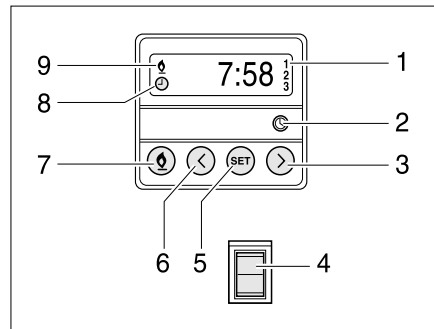

Bild 128 Bedieneinheit für Standheizung
Manuell einschalten: ■ Taste (Bild 128,7) drücken. Der Heizbetrieb wird durch das Symbol (Bild 128,9) angezeigt. Das Gebläse wird erst bei einer Kühlwassertemperatur von 30 °C zugeschaltet.
Manuell ausschalten: ■ Taste (Bild 128,7) drücken. Das Symbol (Bild 128,9) erlischt.
Motorbeheizung zuschalten: ■ Schalter (Bild 128,4) unten drücken. Motor wird vorgewärmt. Das Gebläse wird sofort zugeschaltet.
Motorbeheizung abschalten: ■ Schalter (Bild 128,4) oben drücken. Motor bleibt kalt.
Uhrzeit einstellen: ■ Taste (Bild 128,2) drücken. Die Uhrzeiteinstellung wird durch das Symbol (Bild 128,8) angezeigt.
■ Mit den Tasten (Bild 128,3 und 6) die Uhrzeit einstellen.
Heizbeginn programmieren: ■ Taste (Bild 128,5) drücken.
■ Innerhalb von 10 Sekunden mit den Tasten (Bild 128,3 und 6) die Einschaltzeit einstellen.
Programmierte Einschaltzeit auswählen: ■ Taste (Bild 128,5) so oft drücken, bis die gewünschte Programmnummer (Bild 128,1) im Display angezeigt wird.